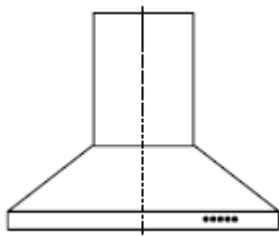

Rys. 6
7. Dostosuj wysokość wewnętrznego komina do położenia wewnętrznego wspornika komina i zamocuj go za wkrętami. Patrz Rys. 6.